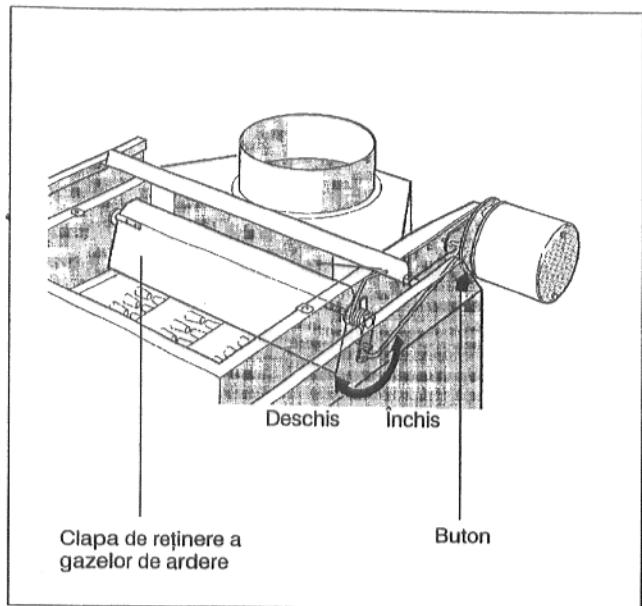

Fig. 33: Clapa de reținere a gazelor de ardere
- Dacă este necesară încălzirea, clapa trebuie să treacă pe poziția "DESCHIS". Controlați acest lucru prin actionarea butonului (Fig. 33). Abia după ce s-a atins poziția finală "DESCHIS" arzătorul are voie să fie pus în funcțiune.